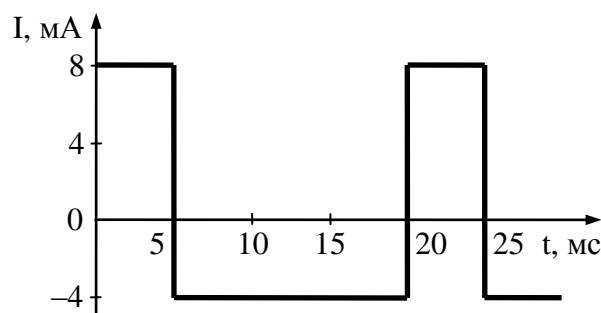

Рис. 1.
- Определите показание выпрямительного миллиамперметра, имеющего двухполупериодную схему выпрямления и ток, изменяющийся по кривой, изображенной на рис. 1. Погрешностями прибора пренебречь.